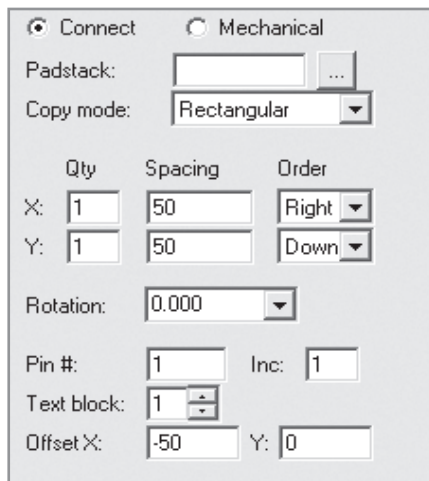

Рис. 9. Вид панели Options при размещении выводов
3. Установка выводов компонента происходит по команде Layout – Pins либо через кнопку  на панели инструментов. После этого панель Options примет вид (см. рис. 9):